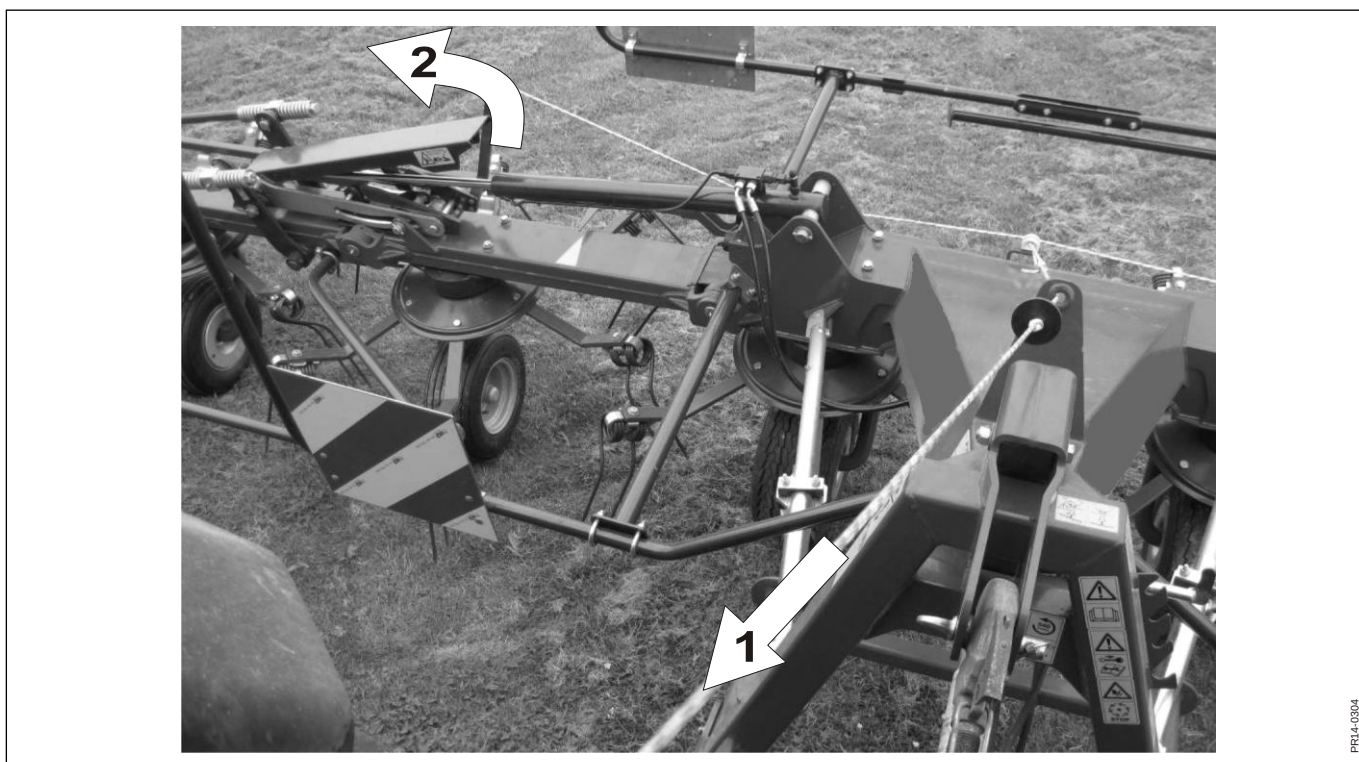

Fig. 5-6
Fig. 5-6 Tirer la corde (1) pour soulever les verrous (2) jusqu'à la butée. Activer ensuite le distributeur du tracteur dans le sens « relevage ». Maintenir la corde tirée jusqu'à ce que les bras les plus à l'extérieur soient repliés et que la tension de la corde diminue. Continuer à replier la machine jusqu'à la position de transport finale.